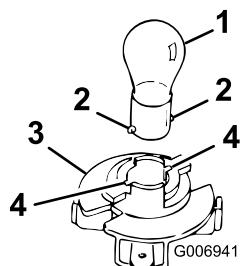

Figure 54
4. Introduisez l'ampoule et poussez dessus pour la tourner à fond vers la gauche (env. 1/4 tour) et retirez-la de l'embase (Figure 54).